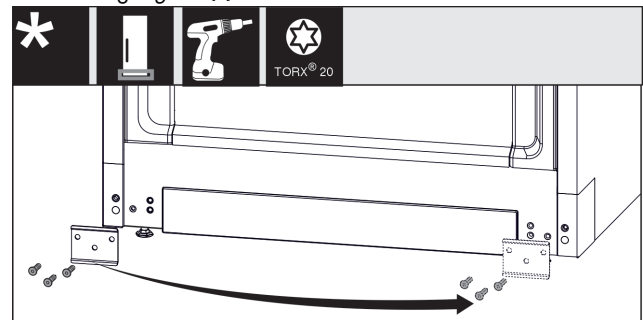

Fig. 32
- ▶ Blech Fig. 32 (1) abschrauben, auf die andere Seite umsetzen und wieder anschrauben.
- ▶ Lagerbock auf der anderen Seite ansetzen und mit Hilfe eines Schraubendrehers anschrauben. Mit der Schraube (2) unten in der Mitte beginnen.
- ▶ Schraube (3) und Schraube (4) festschrauben.
- ▶ Lagerbolzen (5) komplett einsetzen. Dabei darauf achten, dass der Rastnocken nach hinten zeigt.